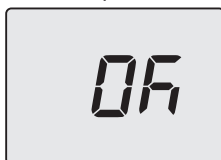

Figura 5.80
- Premendo il tasto 13 (Figura 5.75) si ottiene la conferma del valore inserito. Il display visualizzerà per 5 sec. quanto segue (Figura 5.80) poi, si porterà al livello superiore.